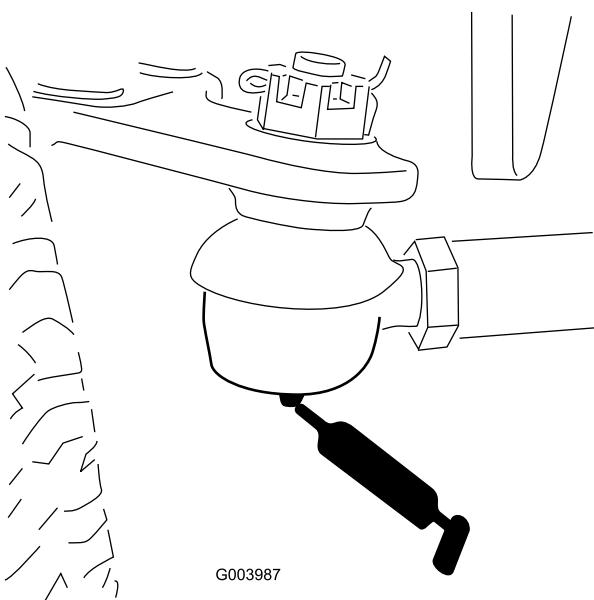

Figura 47
- Tirante del ponte posteriore (2) (Figura 47)